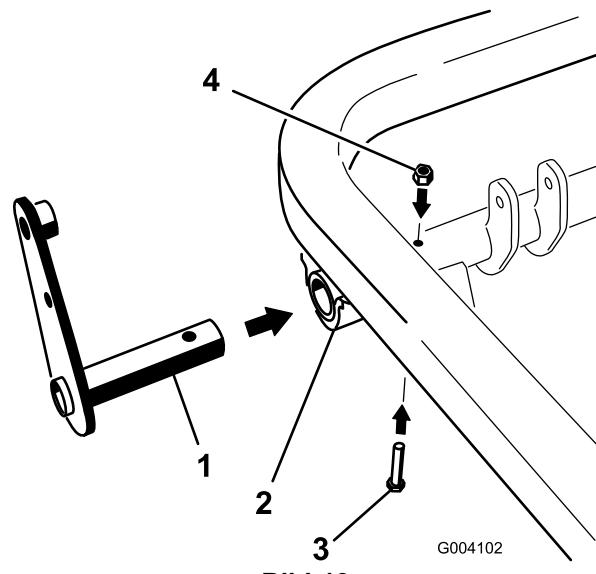

Bild 13
3. Ziehen Sie die mittlere Schwenkschraube (Punkt 4 in Bild 13) auf 20 bis 25 Nm an.